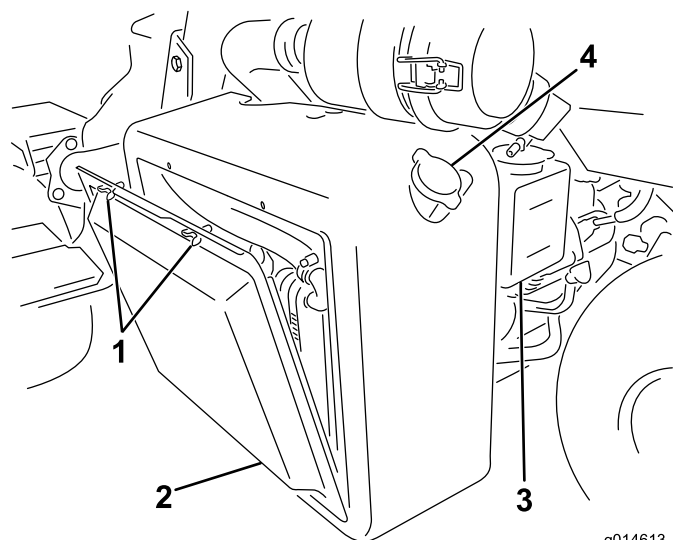
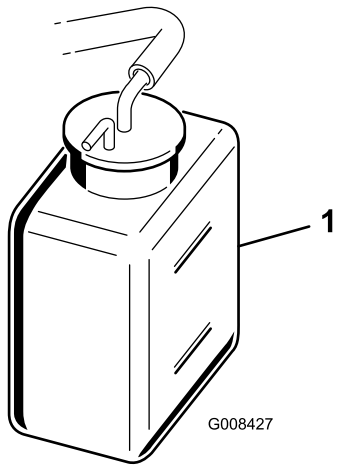

Figura 40
Figura 41
1. Retire o painel do radiador (Figura 40).
2. Verifique o nível do líquido de arrefecimento do motor (Figura 40 e Figura 41).